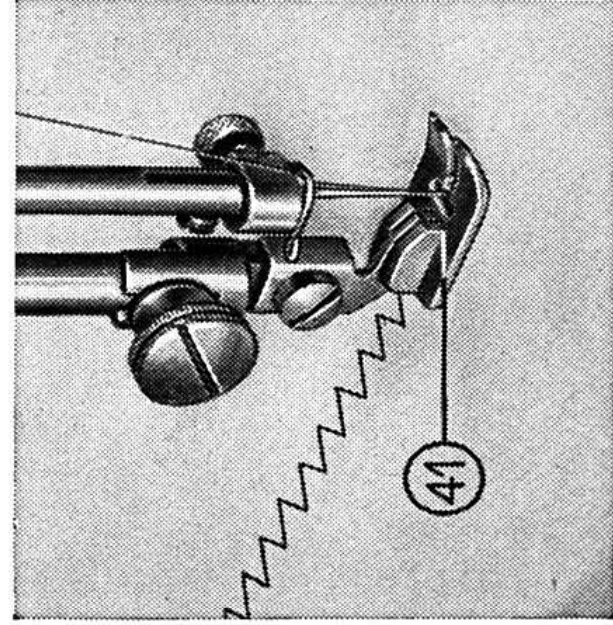
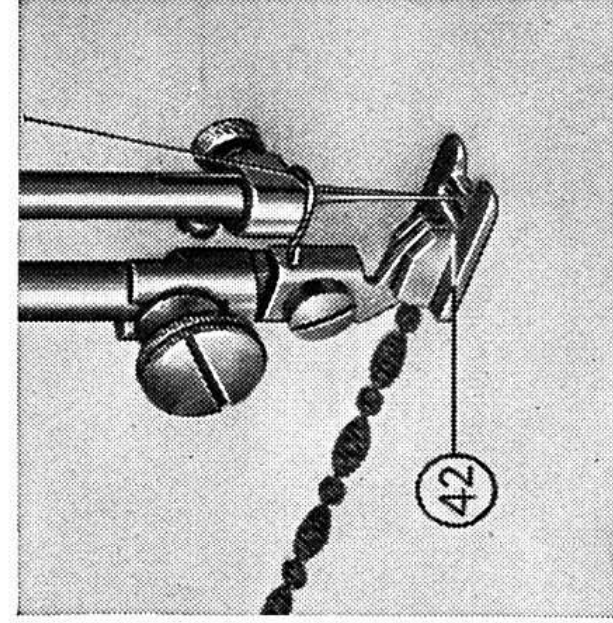
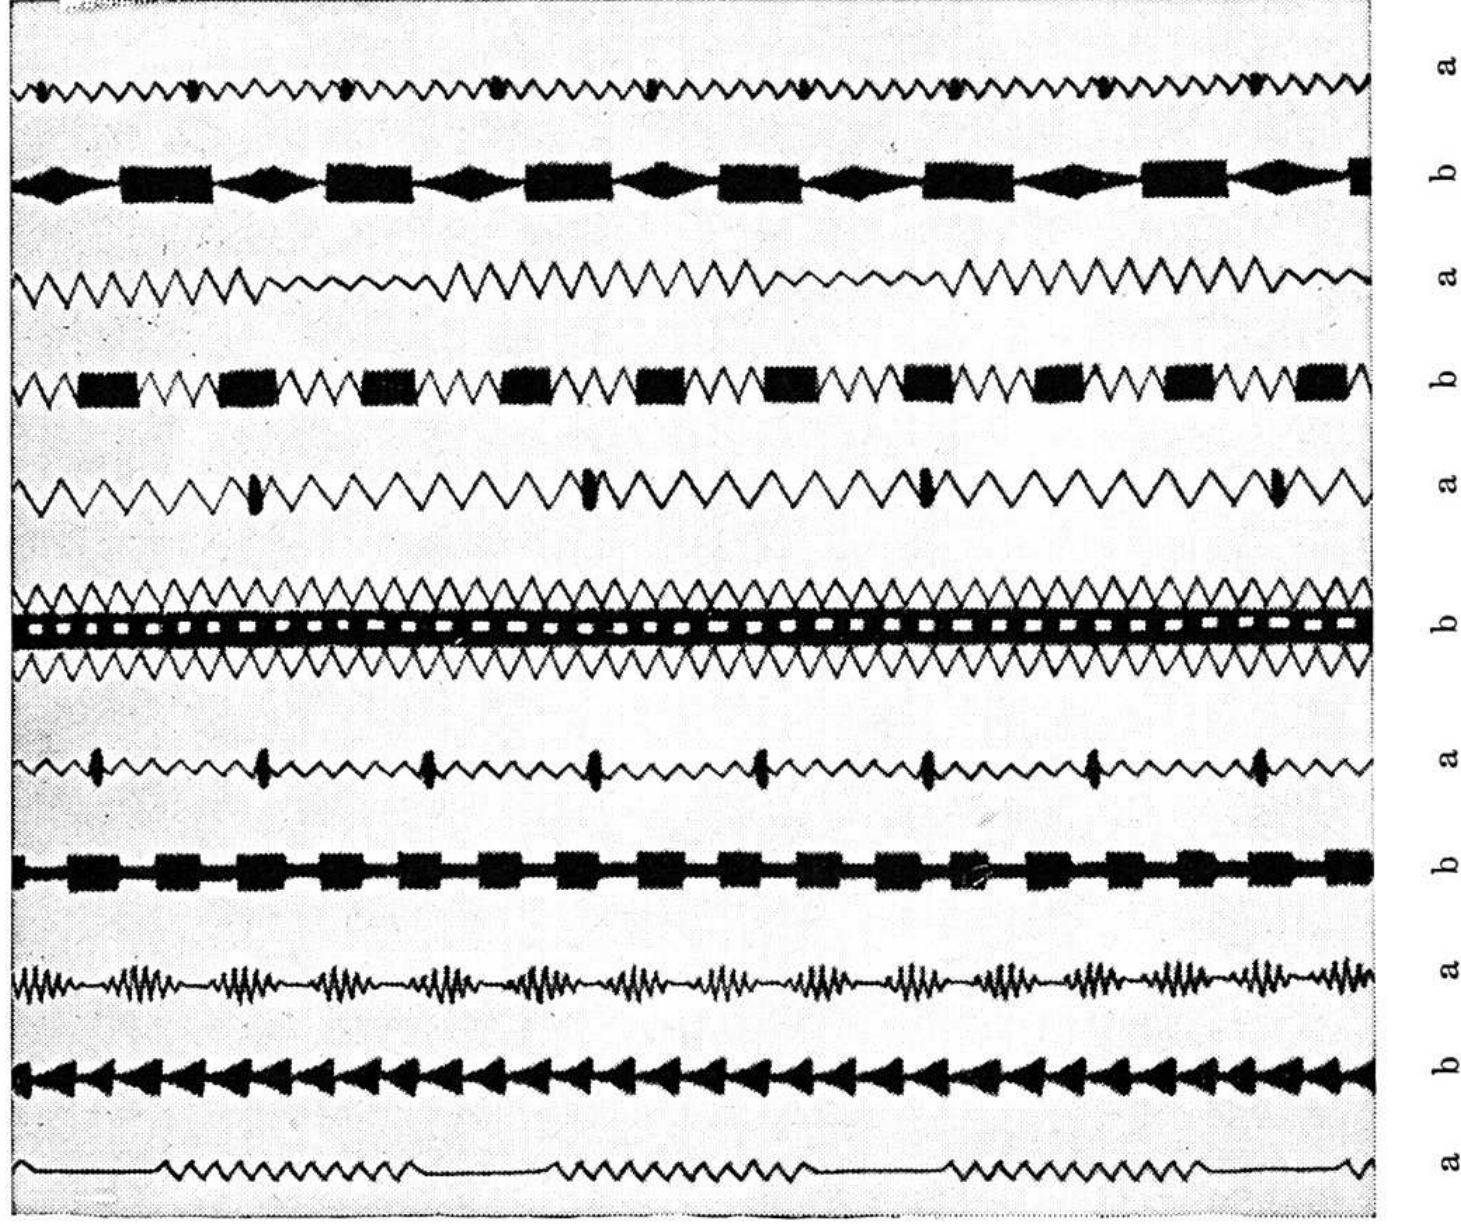

Fig. 28
Fig. 29
Fig 30
2. Zickzackfuß einsetzen (Fig. 28). Nicht zu verwechseln mit dem Stickfuß, Fig. 29. Dieser ist auf der untern Seite ausgefräst und durch einen roten Strich gekennzeichnet. Ober- und Unterfaden zusammen unter den Zickzackfuß nach hinten legen.
Für Zierstiche mit normaler Stichlänge (Muster a laut Fig. 30) wird der Zickzack-Nähfuß (Fig. 28) verwendet.
Für Zierstiche mit sehr kurzer Stichlänge (Muster b laut Fig. 30) muß hingegen der Zickzack-*Stickfuß* (Fig. 29) verwendet werden. Dieser letztere (mit einem roten Strich gekennzeichnet) ist auf der untern Seite ausgefräst.